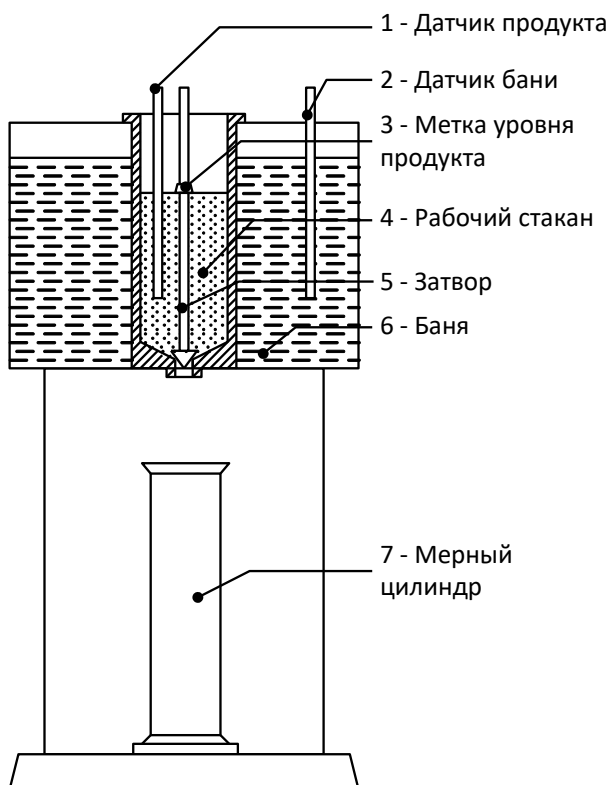

Рисунок 2 – Принцип действия аппарата
2.3.2.1 Принцип действия аппарата (см. рисунок 2, страница 4) основан на измерении времени истечения 50 см3 продукта через калиброванное отверстие при заданной температуре.